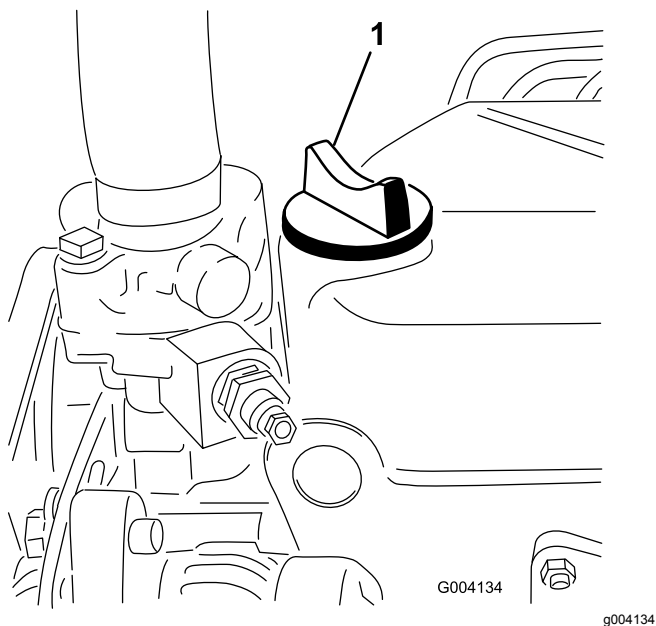

Figure 48
5. Si le niveau n'atteint pas le repère MAXIMUM, enlevez le bouchon de remplissage (Figure 48) et faites l'appoint jusqu'au repère MAXIMUM sur la jauge.